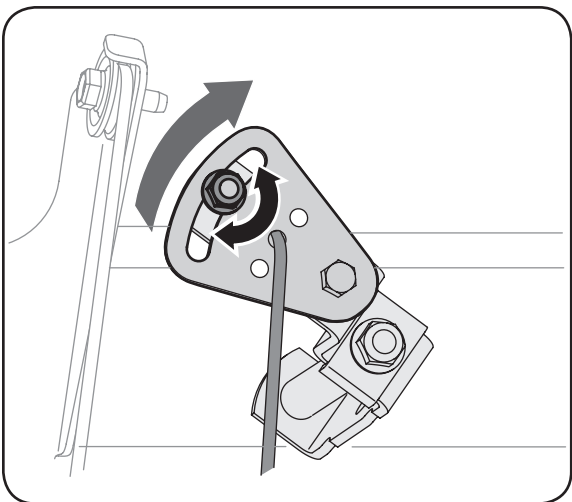

Figure 5-3
2. Desserrez l'écrou à six pans sur le support indexé du câble de changement de vitesses. Voir la Figure 5-3.